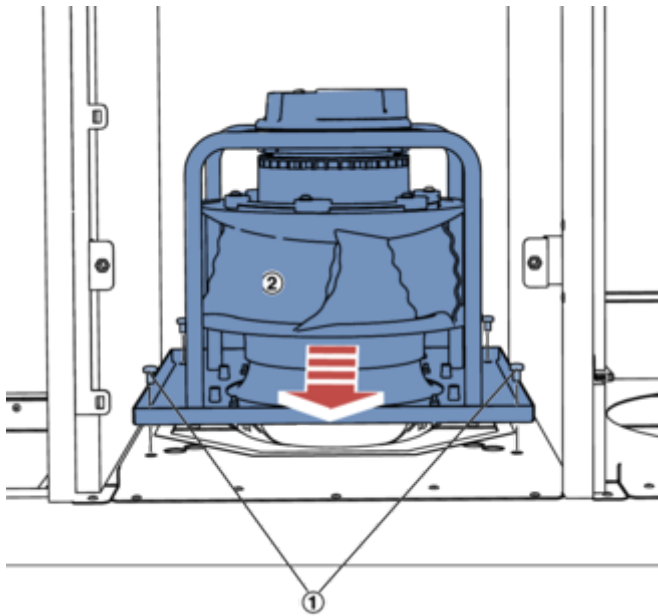

Abb. 14: Zuluft-Ventilator
- 8 ▶ Anschlussleitung vom Zuluft-Ventilator am Stecker trennen. Die vier Schrauben (Abb. 14 /1) lösen und Ventilator (Abb. 14 /2) herausnehmen.